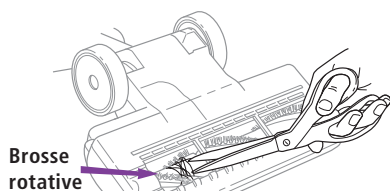

Fig. 29
- 2 Vérifiez l'ouverture en-dessous et la brosse rotative. Si une accumulation de débris est présente, retirez-la. À l'aide de ciseaux, coupez soigneusement tous les fils enroulés autour de la brosse rotative. Évitez d'endommager ou de couper les poils de soie. (Fig. 29)